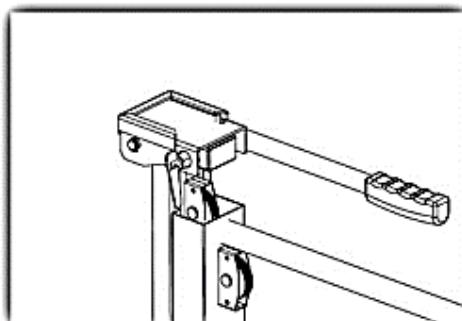

Abb. 3
2. Befestigung der Halterung am Rahmen (siehe Abb. 3 und 4).